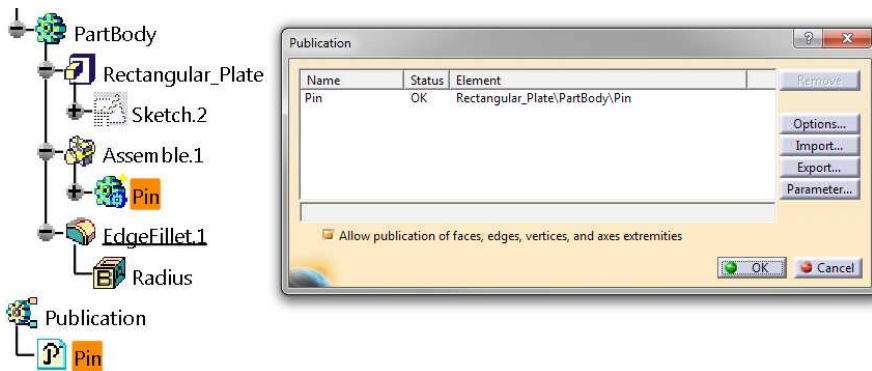

Bild 5.48 Sorgen Sie für aussagekräftige Bezeichnungen der Publications (Veröffentlichungen).
3. Link Synchronized (Verknüpfung synchronisiert) mit Publications (Veröffentlichungen): Insbesondere wenn Sie komplexe Link-Strukturen über mehrere Bauteile hinweg erzeugen wollen, sollten Sie die miteinander kommunizierenden Geometrien über *Publications (Veröffentlichungen)* bevorzugen. Dies steigert nicht nur die Effektivität ihrer Konstruktion, diese Methode gibt Ihnen häufig überhaupt erst die Möglichkeit, den Überblick über sonst unüberschaubare Abhängigkeitsstrukturen zu behalten. Die Darstellung von veröffentlichten Teilen (bzw. -geometrien) wird optisch in CATIA V5-6 etwas anders angezeigt. Erzeugen Sie zunächst eine *Publication (Veröffentlichung)* der Datenschachtel **Pin** im Originalbauteil **Rectangular_Plate**. Gehen Sie dazu auf den Menüpunkt **TOOLS > PUBLICATION...** (**TOOLS > VERÖFFENTLICHUNG...**). Über das sich öffnende Dialogfenster können Sie alle von Ihnen gewünschten Schnittstellen (per Mausklick auf den entsprechenden Strukturbaumeintrag) als *Publication (Veröffentlichung)* erstellen. Editieren (also bearbeiten, umbenennen oder löschen) können Sie Publikationen grundsätzlich nur über dieses Dialogfenster. Wenn Sie die Bezeichnung der Publikation verändern wollen, klicken Sie auf die betreffende Zeile im Dialogfenster und anschließend auf die Spalte *Name (Name)*. Ähnlich wie im Browserfenster Ihres Betriebssystems können Sie so eigene Bezeichnungen setzen (Bild 5.48).